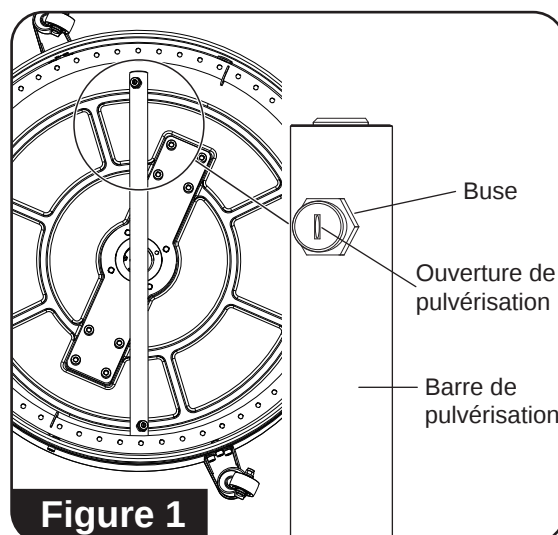

Figure 1
2. Les buses doivent être vissées dans la barre de pulvérisation. L'ouverture de pulvérisation doit être parallèle à la barre de pulvérisation (**consultez la figure 1**).